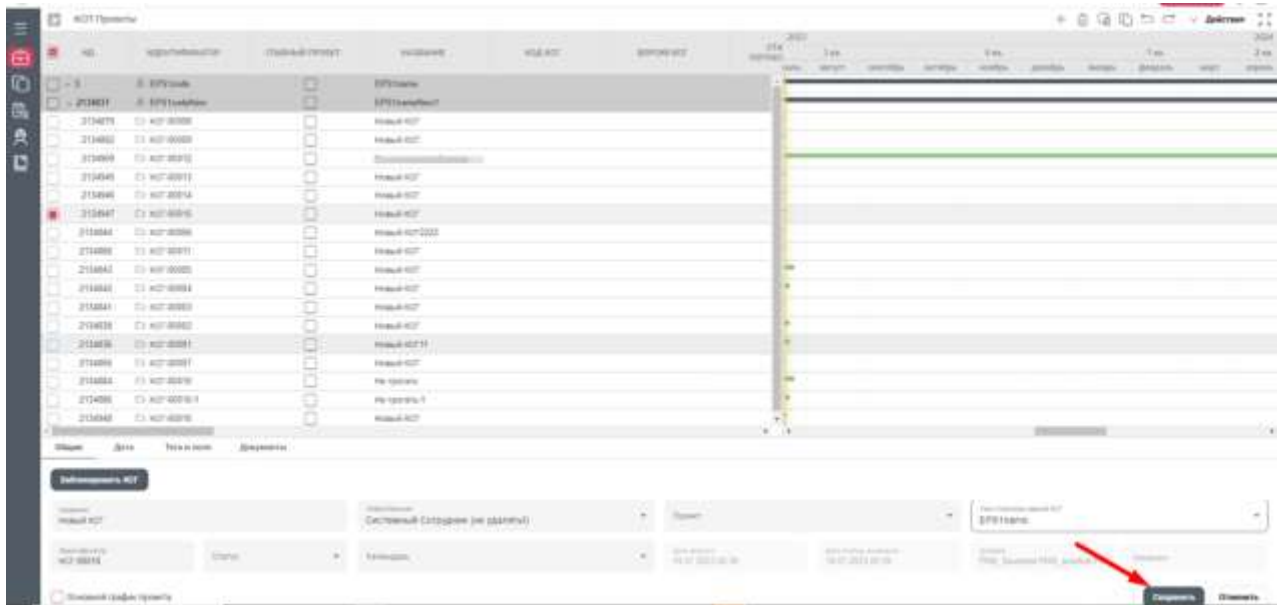

Рисунок 58– Раздел «Проекты», сохранение внесенных изменений
4. Нажать «Сохранить» в нижнем правом углу экрана (Рисунок 58)